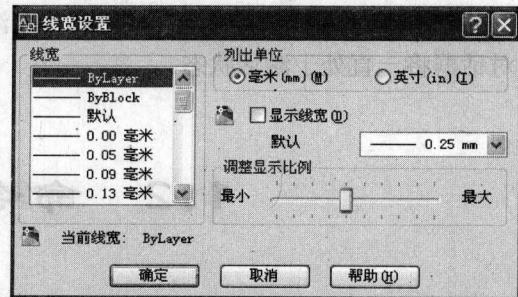

图 1-8 “线宽设置”对话框
输入文本及参数值等操作。所有以 Dd (Dynamic dialogue, 动态对话) 开头的 AutoCAD 命令，在执行时均会显示出一个对话框；在菜单中，命令名称后面带有 3 个黑点 (...) 的命令，在执行时也会显示出一个对话框。图 1-8 所示是设置图形线宽的“线宽设置”对话框。
(1) 对话框标题。每个对话框都显示有对话框标题。对话框标题只是表示该对话框的功能，不实现任何操作。如图 1-8 所示的对话框标题为“线宽设置”，表示该对话框是用于定义所绘图线线宽用的。
(2) 按钮。按钮构成对话框的项，它分为动作按钮和可调按钮两类。
(3) 校验框。校验框实际上是一个开关选择性按钮。它同可调按钮一样只作选择而不立即产生动作，但它又与可调按钮不同，它只能作“开”或“关”之间的切换选择。如果校验框被选中并处于打开状态，则在框里显示一个叉（×）或一个勾（√）。如果框内是空白，则表示该项处于关闭状态。
(4) 列表框。列表框是用于显示诸如文件名和目录名之类的区域，用户可以用鼠标从中进行选择。如果列表框中的内容较多，框内一次容纳不下，则在框的侧面会出现滚动条。
(5) 编辑框。编辑框是一行文字输入区域。它允许用户输入不超过一行的文本信息，对框中设置参数，即输入或改变其参数数值或文字字符。